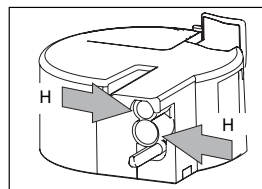

Fig. 45
- Retire el surtidor de leche y el tubo de entrada (Fig. 45).
- Retire el regulador de espuma de leche (F) tirando de él hacia fuera.
- Lave todos los componentes a fondo con agua caliente y líquido lavavajillas neutro. Asegúrese de que no queden restos de leche dentro de los orificios (Fig. 46) y la ranura en el extremo fino del regulador de espuma de leche (Fig. 45).